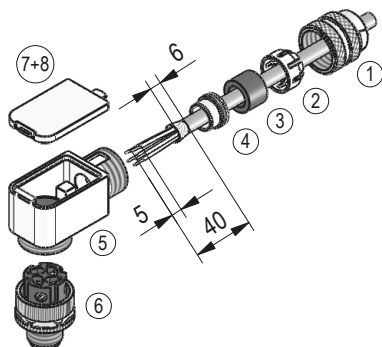
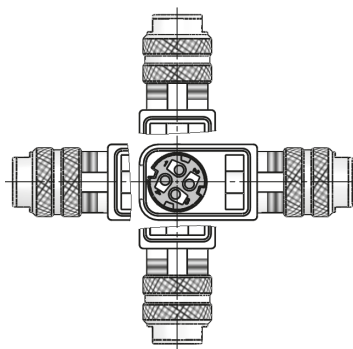

Abb. 7: Gegenstecker M12 gewinkelt
Abb. 8: Winkelstellungen
- Zubehör SIKO Art.Nr. "87600" M12 D-kodiert (Stift 4 pol. Ethernet Port 1 (IN) + Port 2 (OUT)) (Abb. 7 + Abb. 8).
##### Montage (Abb. 7)
### Ändern der Winkelstellung (Abb. 8)